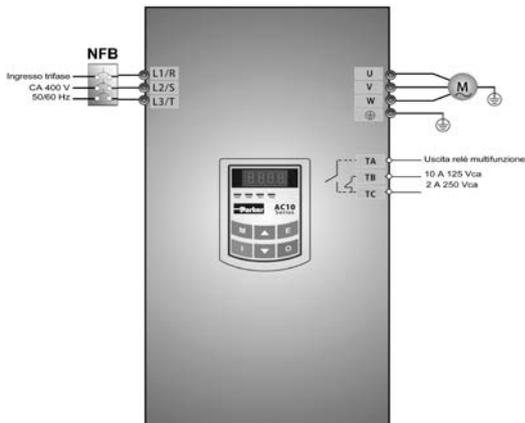

Figura 4-1 Diagramma di cablaggio 1
- (1) Collegare i cavi come indicato nella Figura 4-1. Dopo avere controllato i cablaggi, attivare l'interruttore dell'aria e accendere l'inverter.
- (2) Premere il tasto "M" per entrare nel menu di programmazione.
- (3) Misurare i parametri del motore.
- (3) Esaminare i parametri del motore: il processo di funzionamento è uguale a quello dell'esempio 1.
- (4) Impostare i parametri funzionali dell'inverter: